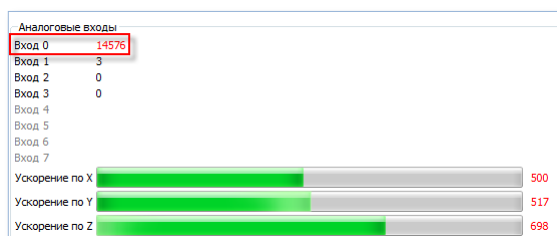

Рисунок 7. Замер средней амплитуды частотного сигнала
- перейти на вкладку «Устройство» и слегка увеличивая обороты двигателя в течение одной минуты засечь среднее значение амплитуды сигнала, который приходит на настраиваемый вход (Рис. 7).